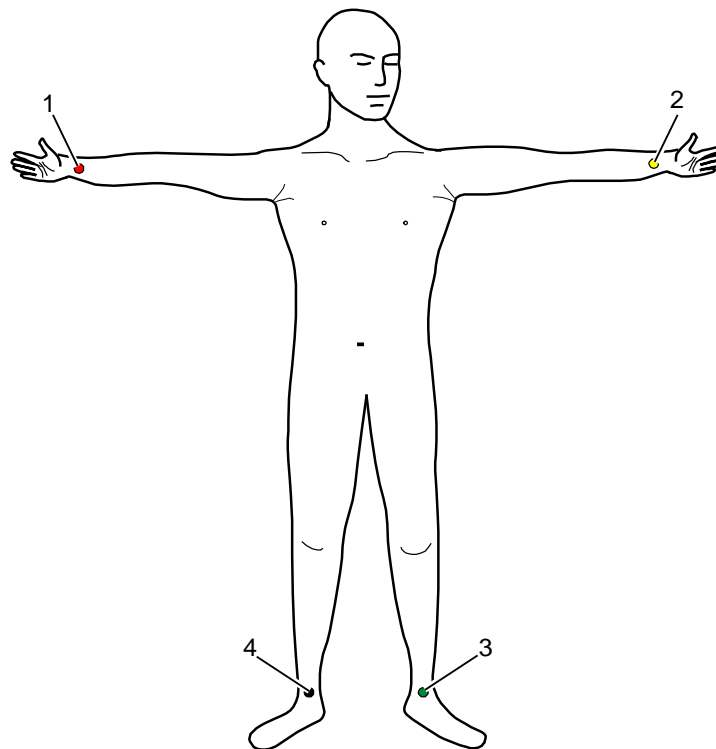

Bild 6-8 Ruhe-EKG, Anbringen der EKG-Elektroden (1))
- Rote EKG-Elektrode: rechter Arm (Bild 6-8, Pos. 1)
- Gelbe EKG-Elektrode: linker Arm (Bild 6-8, Pos. 2)
- Grüne EKG-Elektrode: linkes Bein (Bild 6-8, Pos. 3)
- Schwarze EKG-Elektrode: rechtes Bein (Bild 6-8, Pos. 4)